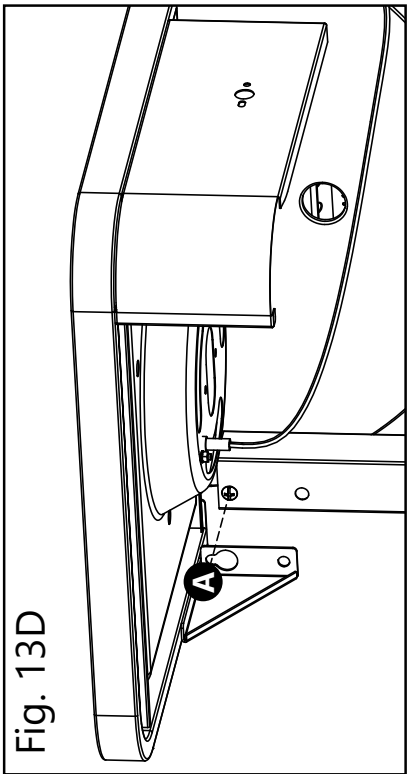

Fig. 13D
Fije (1) perno M6x12 a la izquierda del compartimiento como se muestra, pero no ajuste el perno. **(Fig. 13D)**
Ajuste el perno preensamblado en **Fig.13D** .